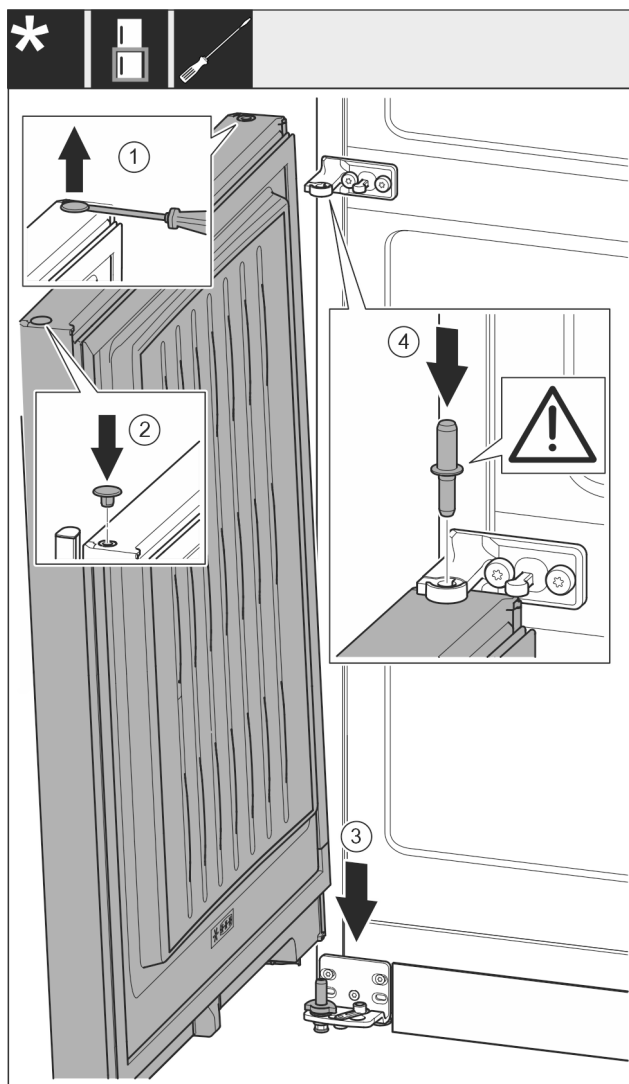

Fig. 24
- ▶ Óvatosan emelje meg a dugót Fig. 24 (1) lapos csavarhúzóval, és húzza ki.
- ▶ Tegye vissza a dugót Fig. 24 (2) az ajtó másik oldalára.
- ▶ Helyezze fel az ajtót Fig. 24 (3) felülről az alsó csapszegre.
- ▶ Helyezze a középső csapszeget Fig. 24 (4) a középső csapágybakon keresztül az alsó ajtóba. Ügyeljen közben arra, hogy a reteszelő bütyök hátrafelé mutasson.